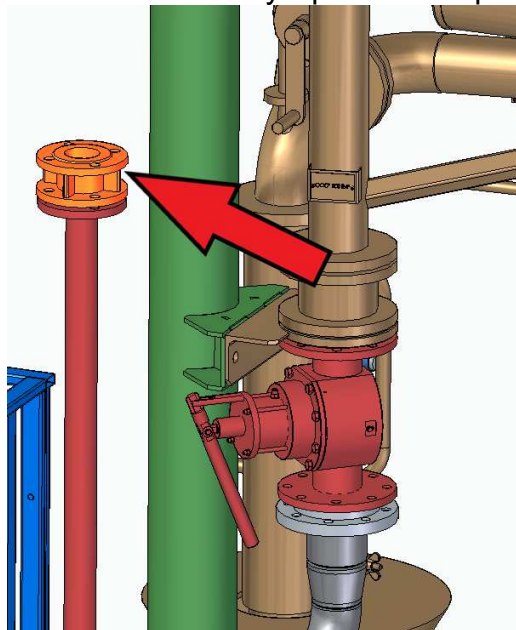

Рисунок 22
8.3.21 К фланцу газотопровода смонтировать огнепреградитель (см. рисунок 22). К фланцу огнепреградителя смонтировать гибкий трубопровод газовозврата (от устройства верхнего налива). Прокладки, крепеж, огнепреградитель – из комплекта поставки КДИ. Гибкий трубопровод – из комплекта поставки устройства верхнего налива.